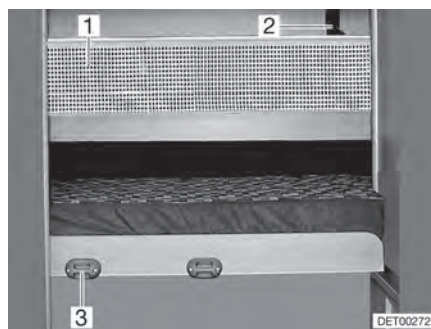

Bild 77 Skyddsnet
*Haka fast:* ■ Haka fast stegen med krokarna (Bild 77,3) på ramen.
**Skyddsnet** Skyddsnetet (Bild 77,1) är standard. Det ligger mellan madrassen och ribbotten. Skyddsnetet ska först monteras när personen som ska sova där befinner sig i sängen.
*Hänga upp:* ■ Haka fast fästbanden (Bild 77,2) i hållarna i taket.